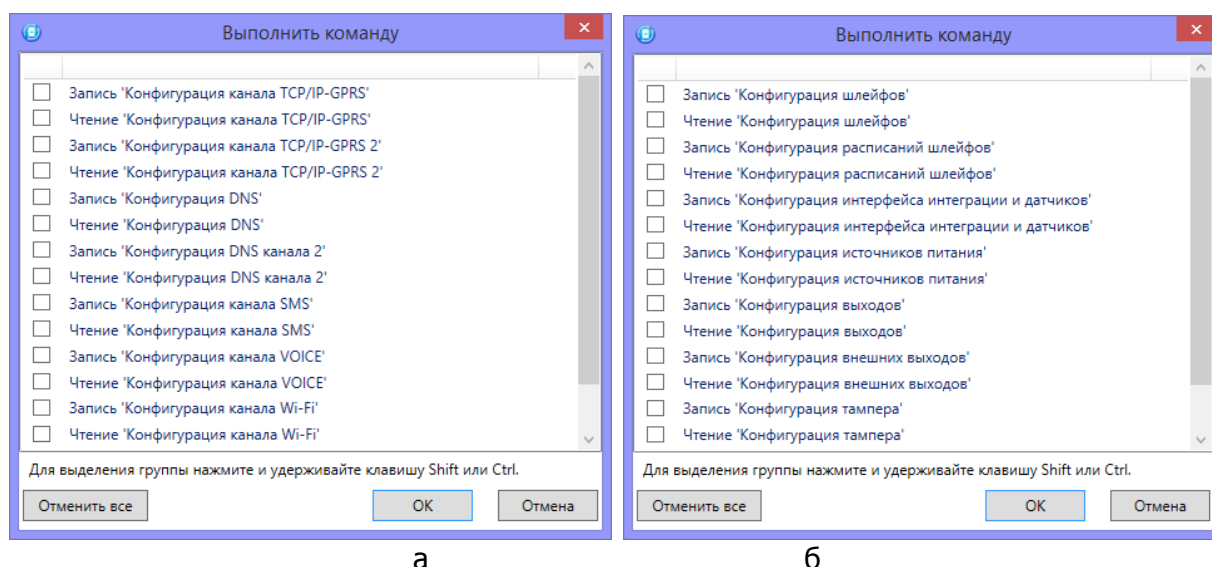

Рисунок 4.47 — Окно *Выполнить команду* (а — конфигурация ПОО, б — конфигурация ППК)
- *Выполнить команду:* открытие окна *Выполнить команду* (см. рисунок 4.47), с помощью которого могут быть записаны или считаны отдельные группы параметров (актуально при медленной скорости передачи данных или тарификации по объему передачи данных).